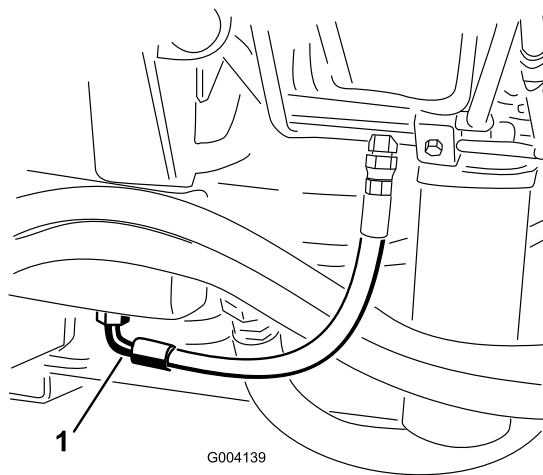

Рисунок 69
2. Установите большой сливной поддон под птущер, расположенный в нижней части бака с гидравлической жидкостью (Рисунок 69).